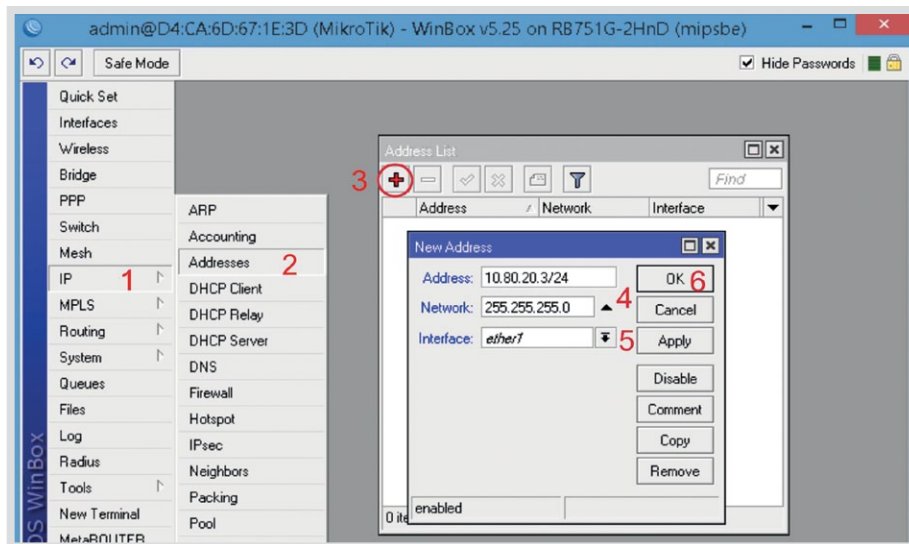

Рис. 9. Статический IP адрес и маска подсети WAN порта.
1. Открываем меню **IP** (рис. 9);